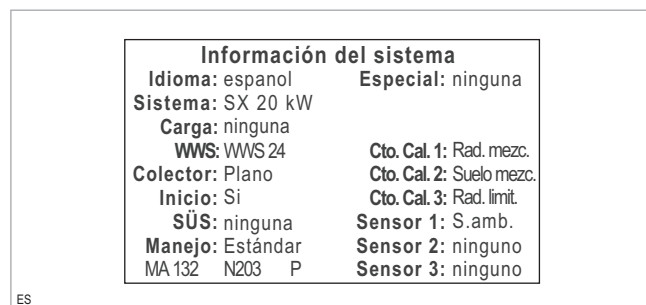

Fig. 22: El menú Información del sistema
1. En el menú „INFORMACIÓN DEL SISTEMA“ (véase → fig. 22, p. 11), introduzca los parámetros de ajuste en el protocolo de inicialización que se encuentran en las → *instrucciones de manejo para el instalador (H36/L35/L36/P31/P33)*.
Aparece un listado de todos los componentes de la instalación inicializados (véase → fig. 22, p. 11).